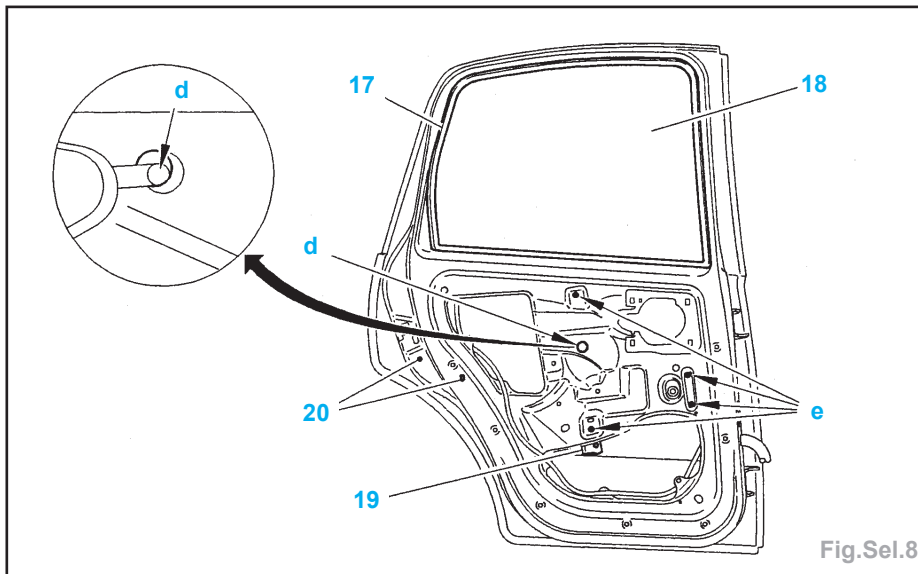

Fig.Sel.8
- Déposer (Fig.Sel.8) :
- les vis (20),
- le joint de la glace (17).